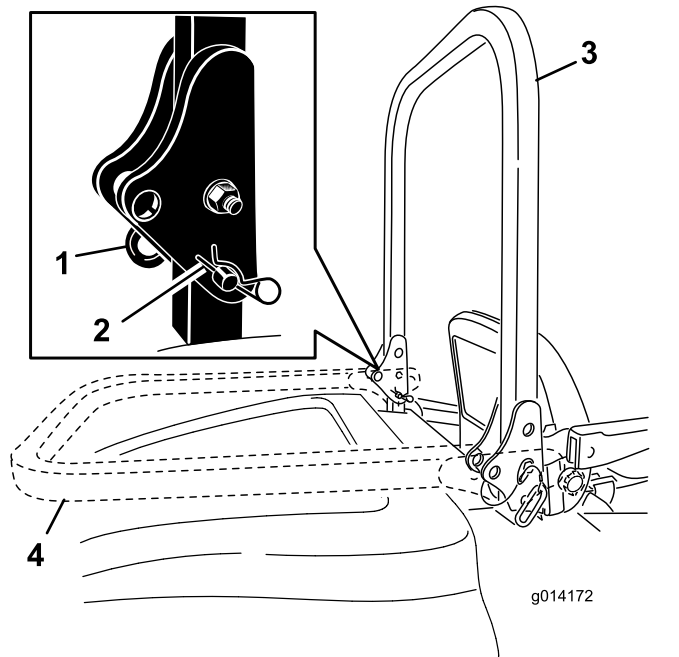

図 20
2. ヘアピン 2 本を外してピン 2 本を抜き取る 図 20。
3. ROPS バーを立てる 図 20。
4. ピン 2 本とヘアピン 2 本でバーを固定する 図 20。
1. ヘアピンを外し、スプリングに逆らって ROPS バーを前に倒してピン 2 本を抜き取る 図 20。
2. バーを降ろす (図 20)。
3. ピン 2 本をピボットプレートに取り付け、ヘアピン 2 本で固定する 図 20。